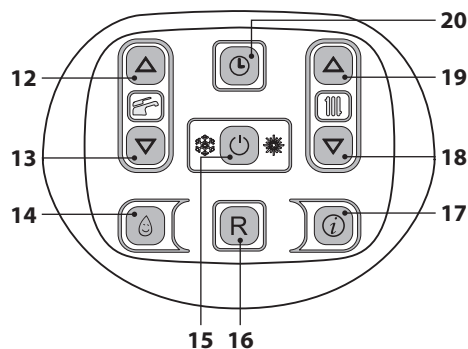
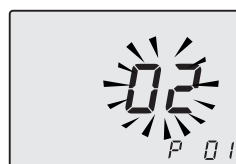
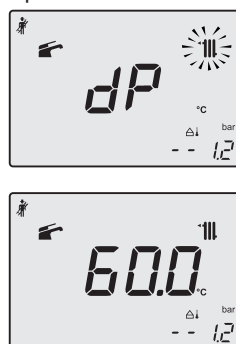
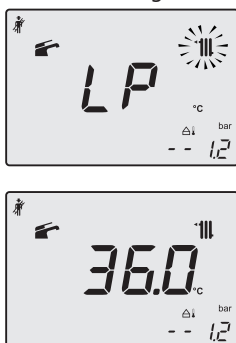

Figura 7.2
Figura 7.3
Figura 7.6
Figura 7.7
- Entre en la "modalidad de programación" pulsando simultáneamente durante 10 segundos los botones 15 - 18 - 19 (Figura 7.2) hasta que aparezcan en el display LCD las letras **P01** y el valor del parámetro, que indican que se ha entrado en el "parámetro 01" (Figura 7.3).
- Pulse simultáneamente los botones 18 y 19 (Figura 7.2) para entrar en la función "des-
- Utilice los botones 18 o 19 (Figura 7.2) hasta llegar al estado **dP** (deshollinador activado al máximo en agua sanitaria); el display muestra **dP** alternado con la temperatura del intercambiador primario de la caldera (Figura 7.6).
- Pulse el botón 18 (Figura 7.2) hasta llegar al estado LP (deshollinador activado al mínimo en agua sanitaria) el display muestra LP alternado con la temperatura del intercambiador primario de la caldera (Figura 7.7).
- Apague la caldera manteniendo pulsado durante 2 segundos el botón 15 (Figura 7.2) hasta que aparezca en el display LCD el símbolo - - - - (Figura 7.8).